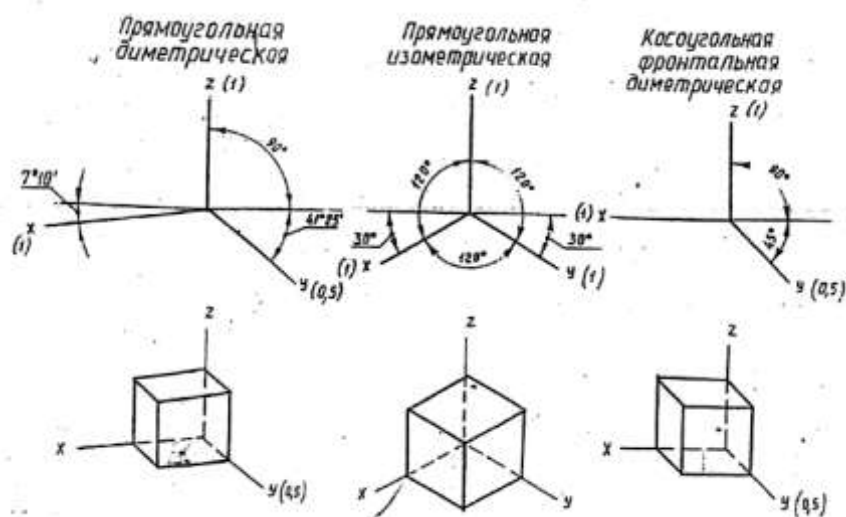

Рис.25 Виды аксонометрических проекций
- косоугольная фронтальная диметрическая проекция и др. (рис.25.)